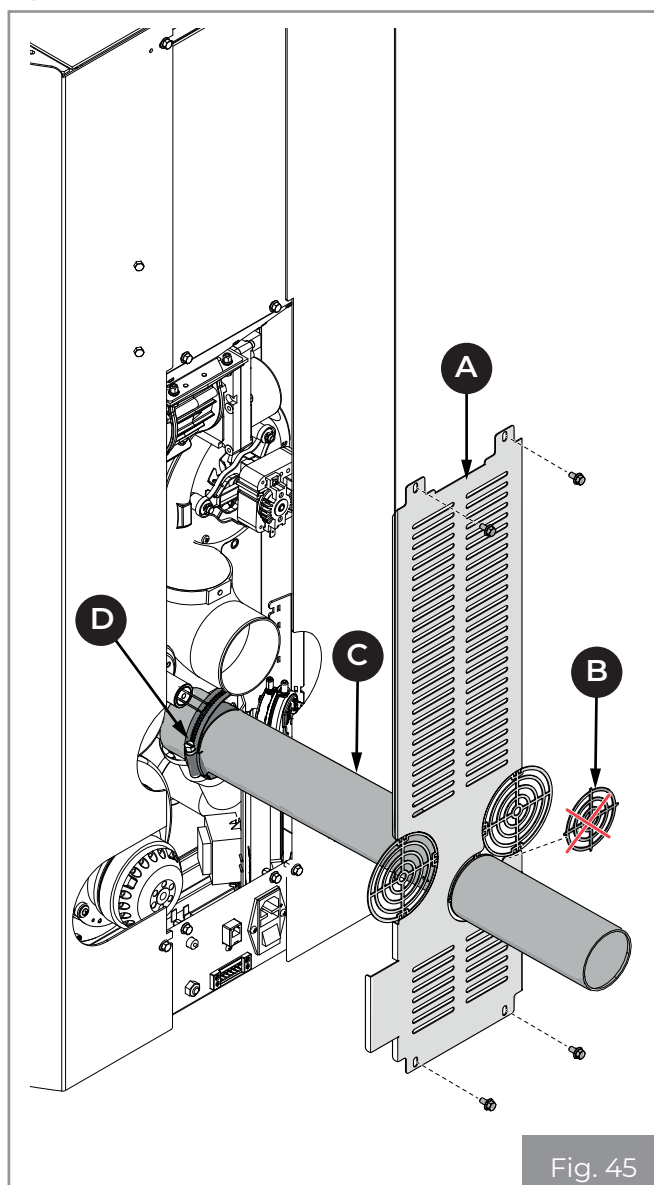

Fig. 45
- Togliere il pretranciato **(B)** sullo schienale **(A)** e far passare il tubo flessibile **(C)** per collegarlo ad una presa d'aria esterna **(Fig. 45)**.